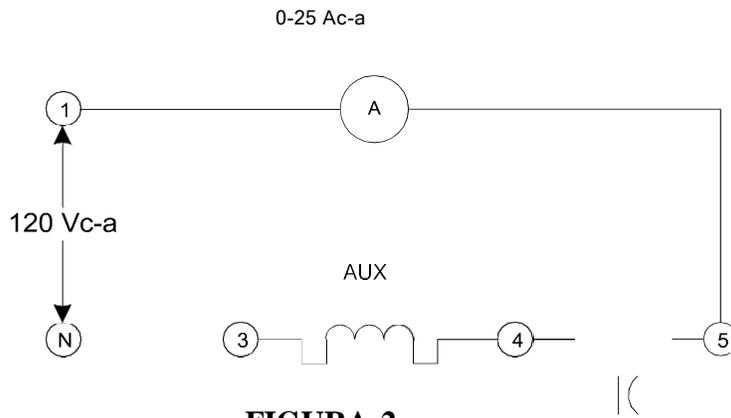

FIGURA 2
3.- Desconecte los cables del devanado principal y conéctelos al devanado auxiliar y al capacitor, como se indica en la figura 2.